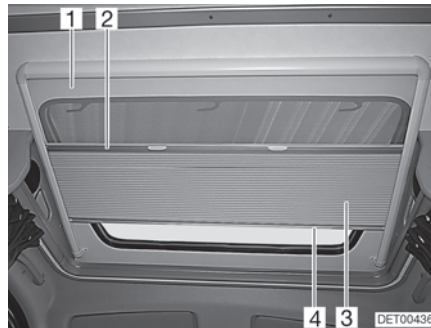

Bild 49 Dachfenster
**Faltverdunklung** Die Faltverdunklung (Bild 49,3) ist mit dem Insektenschutz (Bild 49,1) fest verbunden.
- Die Faltverdunklung in der Mitte des Abschluss-Stabes (Bild 49,4) fassen und vorsichtig nach unten ziehen.
- Die Faltverdunklung am Abschluss-Stab (Bild 49,4) langsam zurückführen.
- Den Insektenschutz in der Mitte des Abschluss-Stabes (Bild 49,2) fassen und vorsichtig ganz nach unten ziehen.
- Den Insektenschutz am Abschluss-Stab der Faltverdunklung (Bild 49,4) langsam zurückführen.